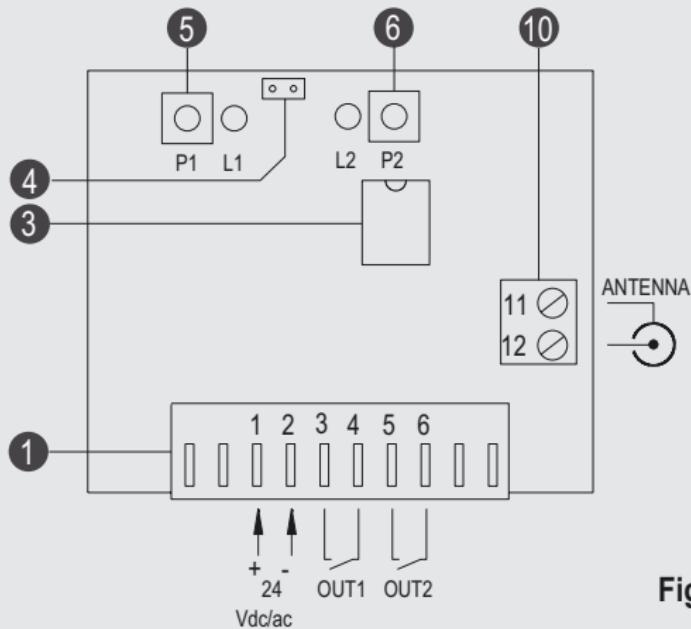

Fig. 1 / Abb. 1
- Fig. 1 Ricevitore ad innesto FM 400 SR2